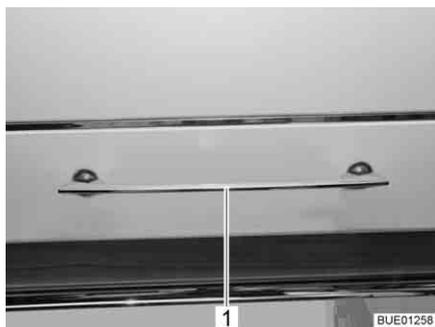

Fig. 36 Sportello del mobile con maniglia di sbloccaggio
- Premere la maniglia di sbloccaggio (Fig. 36,1) verso il basso e tenerla premuto.